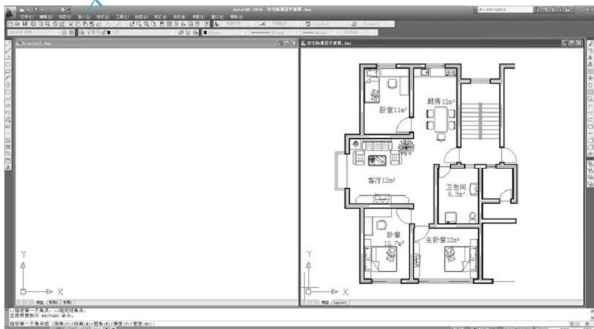

图 3.130 垂直平铺窗口
(1) 打开“住宅标准层平面图.dwg”文件, 同时新建一个图形文件, 选择菜单栏中的【窗口】|【垂直平铺】命令, 使打开的两个图形文件垂直平铺显示, 如图 3.130 所示。